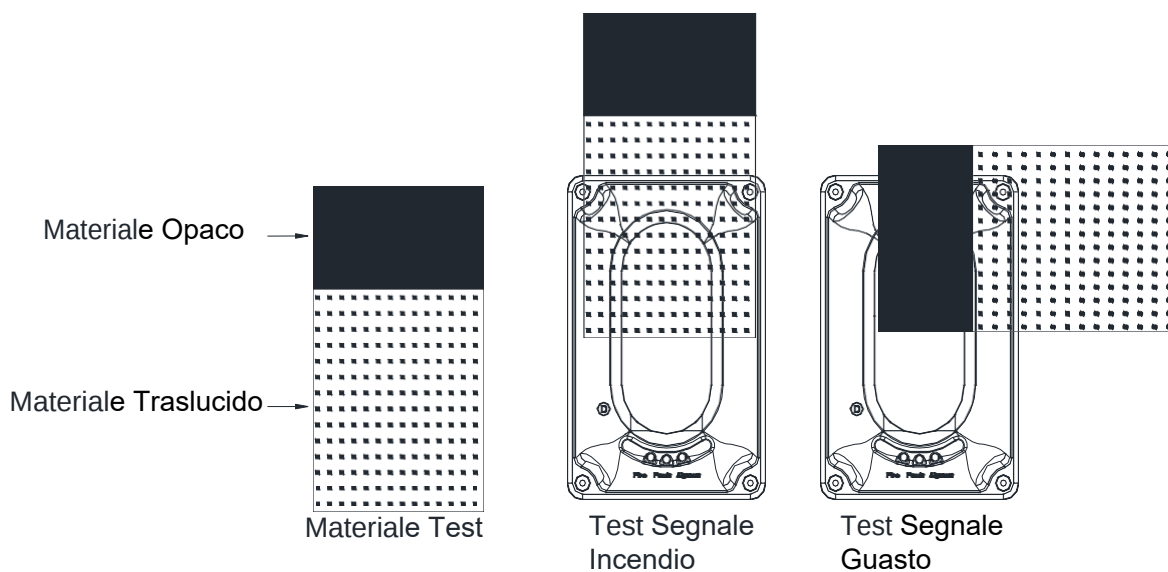

Figura 13: Dettagli Test
- a. Utilizzando i materiali opachi/traslucidi forniti, coprire la metà della trave utilizzando la parte opaca del materiale. Subito dopo l'accensione del LED giallo [Fault], che indica il segnale di guasto. [Il relè di allarme guasto GZ1 e GZ2] si bloccherà per chiudersi normalmente]. Fare riferimento alla Figura 13.